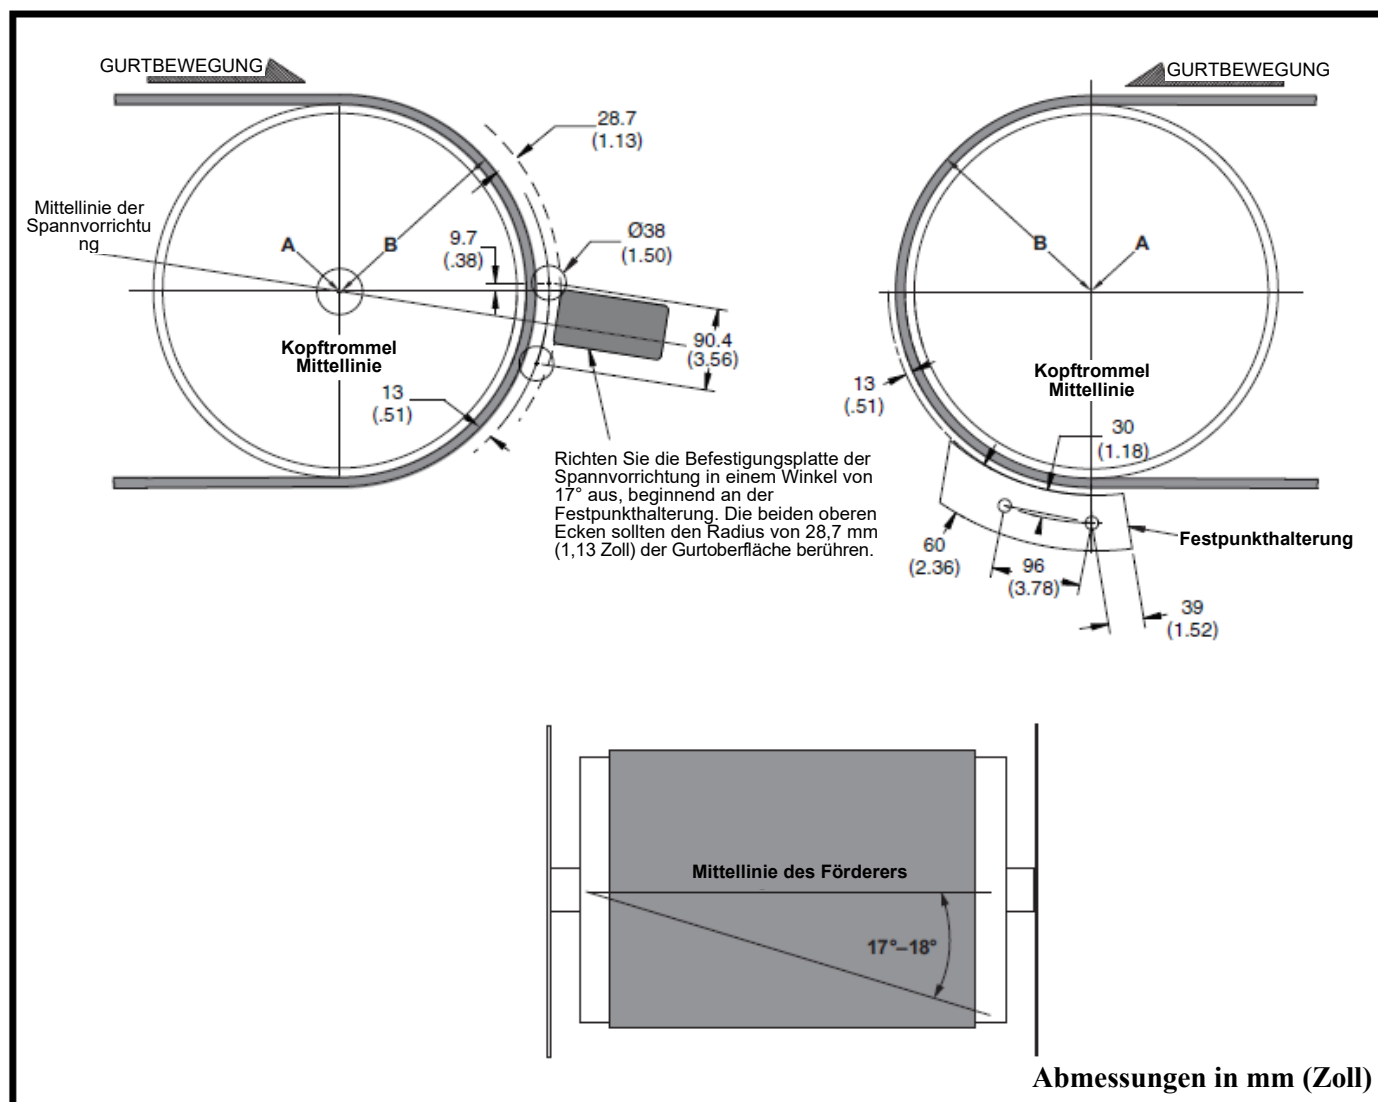

Abbildung 5: Position des Vorabstreifers & Schurrenwandausschnitte
- (1) Positionieren Sie die Festpunkthalterung an der Schurrenwand auf der Gegenseite, wie in Abbildung 5 dargestellt. Richten Sie das Schraubenloch an der Halterung mit der Mittellinie der Kopftrommel aus.
- (2) Markieren Sie die Positionen der Bohrung für die Festpunkthalterung.
- (3) Bohren oder schneiden Sie zwei Löcher von 13 mm (1/2 Zoll) in die Schurrenwand auf der Gegenseite.
- (4) Befestigen Sie die Festpunkthalterung mithilfe von Senkkopfschrauben und Muttern an der Innenseite der Schurrenwand auf der Gegenseite.
- (5) Positionieren Sie die Festpunkthalterung an der Schurrenwand auf der Gegenseite, wie in Abbildung 5 dargestellt. Richten Sie das Schraubenloch an der Halterung mit der Mittellinie der Kopftrommel aus.
- (6) Schweißen Sie die Festpunkthalterung an der Schurrenwand fest. Schweißen Sie rund um die Halterung. Schweißen Sie die komplette Naht ohne abzusetzen.
- a) Markieren Sie die Ausschnitte an der Schurrenwand wie in Abbildung 5 gezeigt.
- a) Markieren Sie die Schurrenwand wie in Abbildung 5 gezeigt.